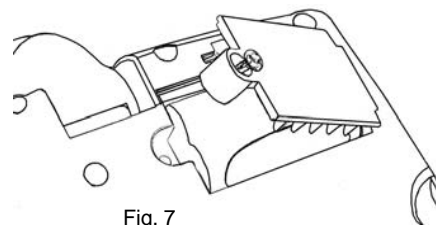

Fig. 7
2. Usando un destornillador de punta en cruz #1, extraiga el tornillo que sujeta la tapa del compartimiento de pilas de la unidad y póngala aparte. (Fig. 7)